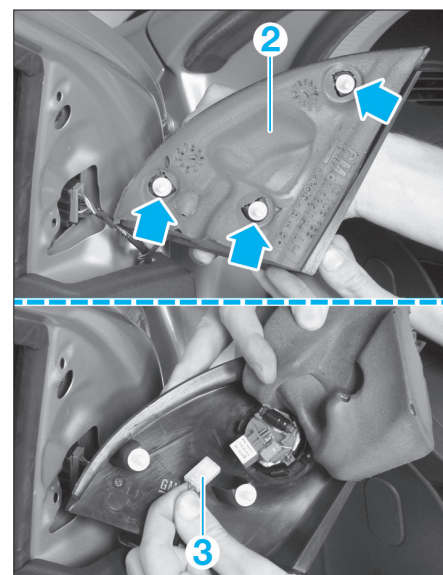

FIG. 46
- Décliper le cache intérieur (2) de rétroviseur (fig. 46).